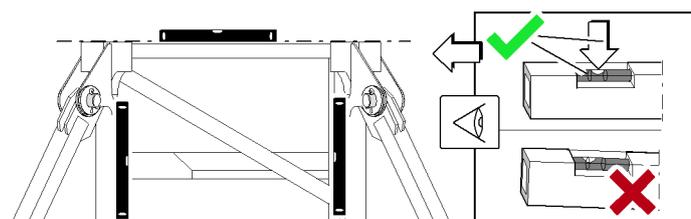

Fig. 174: Senkrechte Stellung und waagerechte Lage prüfen
- ▶ Senkrechte Stellung und waagerechte Lage prüfen (siehe: Fig. 174, Seite 214).